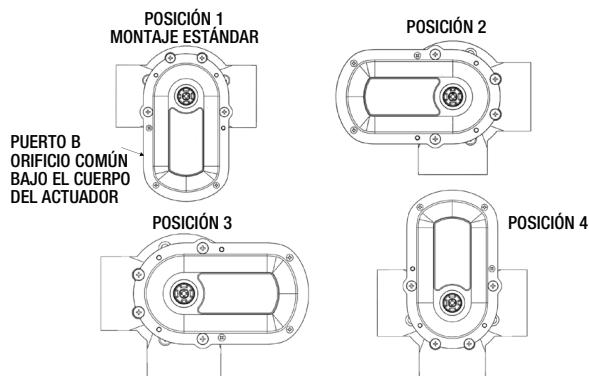

Figura 3.
5. Gire el actuador hasta que los postes del actuador se alineen con los cuatro orificios para que coincida con una de las posiciones de montaje que se muestran en la Figura 3.
Montaje de actuador estándar: el cuerpo principal del actuador está sobre el puerto B, como se muestra en la posición 1 de la Figura 3.
El actuador también se puede montar sobre una válvula en cuatro posiciones diferentes, como se muestra en la Figura 3. Según la tubería de la válvula y la posición de montaje del actuador, es posible que sea necesario restablecer las levas dentro del actuador (consulte la siguiente sección).
NOTA: Configuración de fábrica: Si se monta en la POSICIÓN 1 (MONTAJE ESTÁNDAR en la Figura 3), las levas detendrán la válvula bloqueando el PUERTO A en una dirección y el PUERTO C en la otra dirección. Asegúrese de ajustar las levas para que coincidan con su configuración.